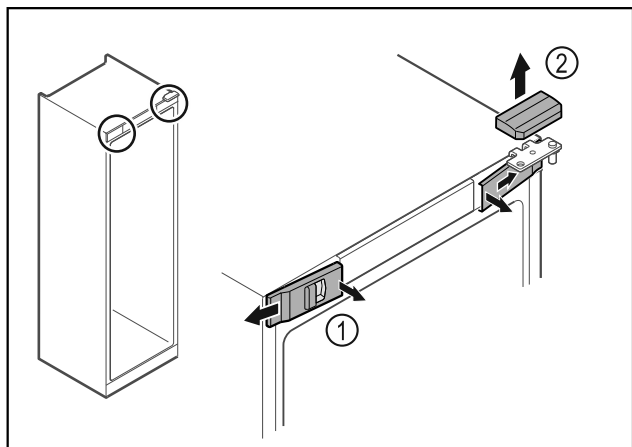

Fig. 6
- Lossa skydden fram Fig. 6 (1) på insidan och ta av dem åt sidan.
- Ta av det övre skyddet Fig. 6 (2) uppåt.